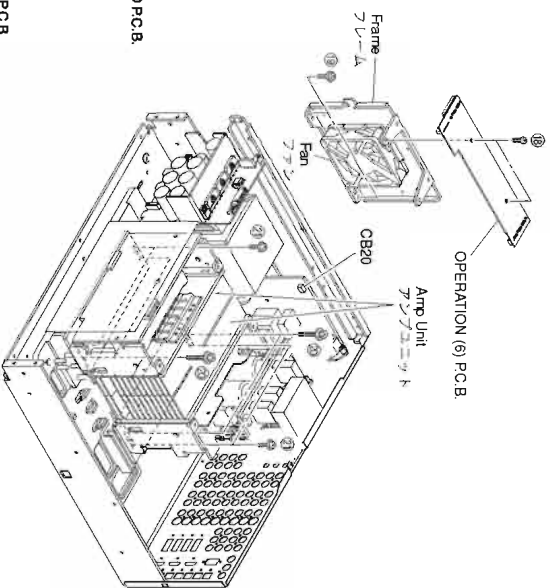

Fig. 6
**7. Removal of OPERATION (6) P.C.B.**
- Remove 2 screws (㉑). (Fig. 6)
- Remove the OPERATION (6) P.C.B. which is connected directly to the lower P.C.B. with connectors. (Fig. 6)
- Remove 2 screws (㉒). (Fig. 6)
- Remove CB20. (Fig. 6)
- Remove the Fan together with the frame by lifting them up. (Fig. 6)
- Remove 4 screws (㉓) and 4 screws (㉔). (Fig. 6)
- Remove the Amp Unit. (Fig. 6)
- ㉑のネジ2本を外します。(Fig. 6)
- OPERATION(6)P.C.B.を取り外します。(Fig. 6)
- ㉒のネジ2本を外します。(Fig. 6)
- CB20を外します。(Fig. 6)
- ファンをフレームとともに上方に取り外します。(Fig. 6)
- ㉓のネジ4本、㉔のネジ4本を外します。(Fig. 6)
- アンプユニットを取り外します。(Fig. 6)